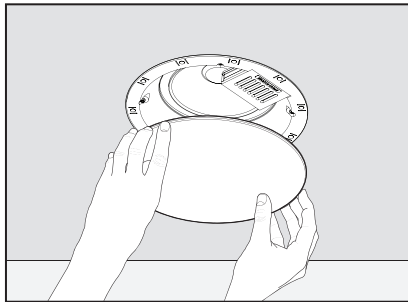

Fig. 5e
11. Gently press the grille into place (Figs. 5e & 6e).